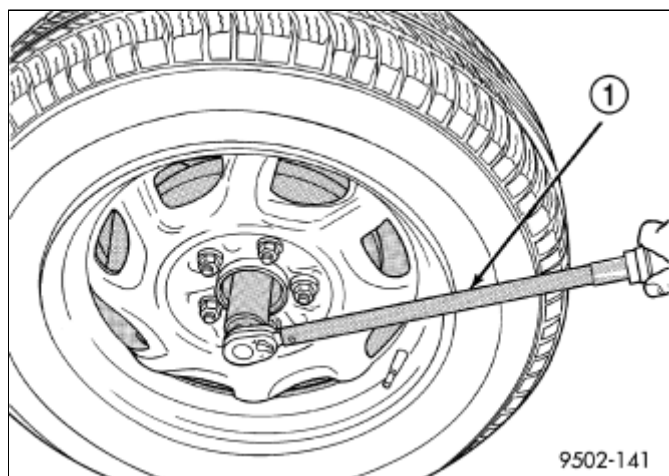

图 3 前转向轴至轮毂螺母的拧紧
12. 安装前轮和轮胎总成。 按正确顺序安装并拧紧车轮装配滑柱螺母，直到所有螺母都扭转（1）\(图 3\)到规定技术参数的一半。 将所有螺母拧紧至规定扭矩 $135 \text{ N}\cdot\text{m}$ (100 ft. lbs.)。